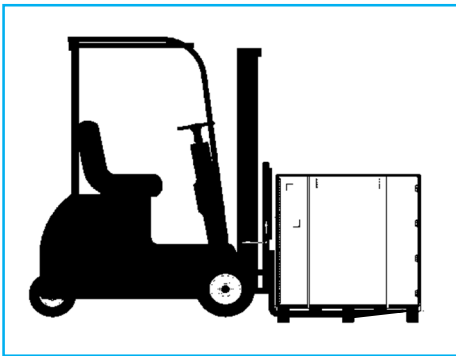

Figura 6 – Posicionamento da embalagem.
7.2.6. Ao realizar o carregamento/descarregamento das embalagens, utilize o prolongador nos garfos da empilhadeira ou paleteira, posicionando-os do lado maior da embalagem, conforme Figura 6 e 7, evitando assim, danos a caixa e/ou dificuldades durante o transporte.